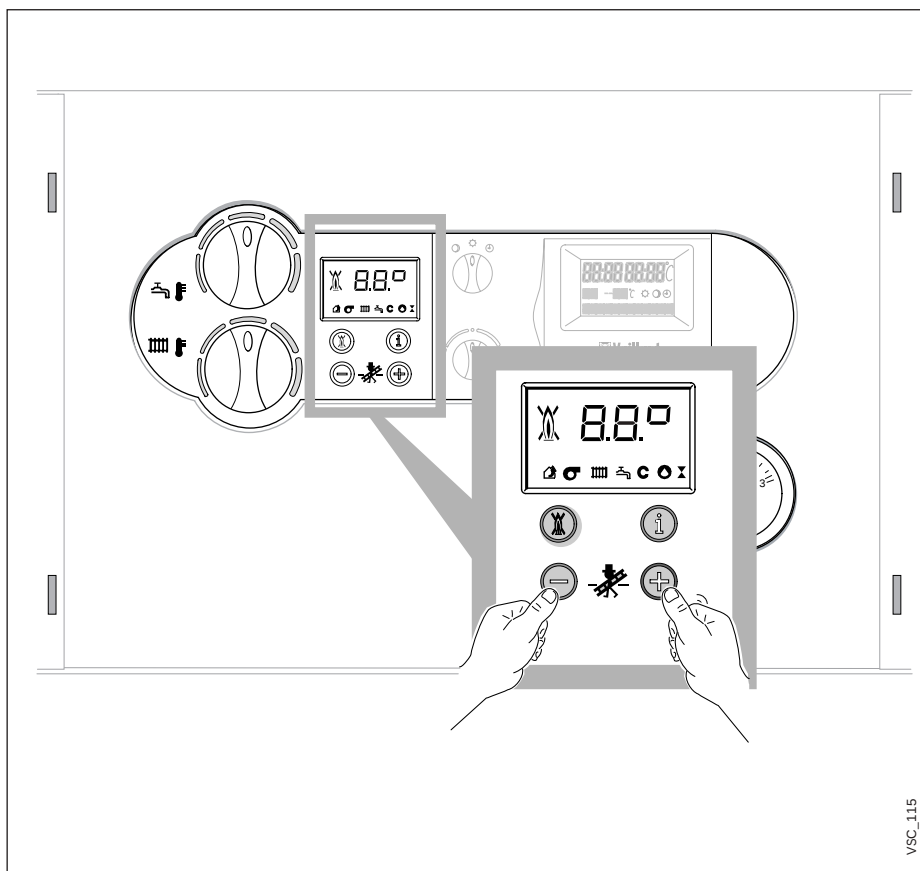

Bild B.16: Mätningar av sotare
- Aktivera "sotardrift" genom att samtidigt trycka på knapparna "+" och "-" på DIA-systemet (bild B.16)